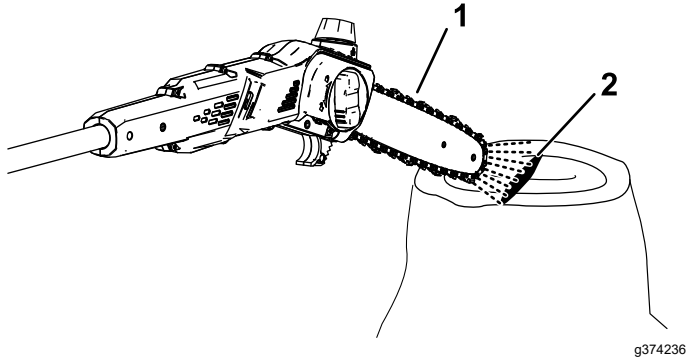

Figura 16
2. Pentru a vă asigura că uleiul ajunge la lan, îndreptați vârful fierăstrăului cu bra fix la câiva centimetri de o suprafață (de ex., hârtie, carton, un ciot) i pornii fierăstrăul; ar trebui să putei vedea un jet fin de ulei pe suprafață (Figura 16).